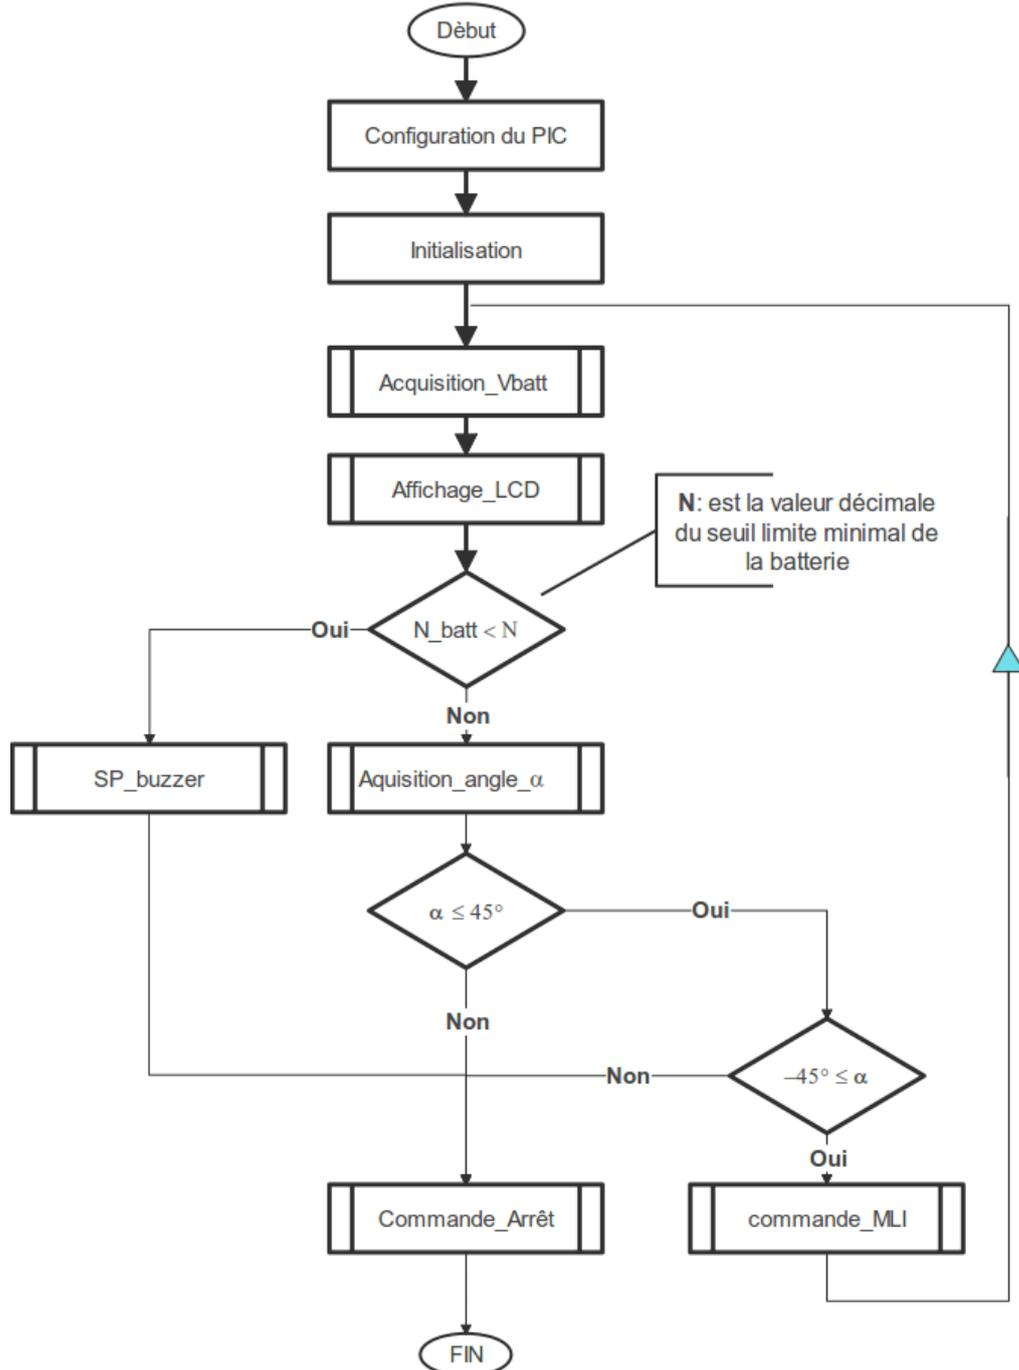

Figure 8: Organigramme de fonctionnement
Q.30- Compléter les lignes de la fonction principale correspondant à l'organigramme de fonctionnement du gyropode (**Figure 8, DRES 02**).